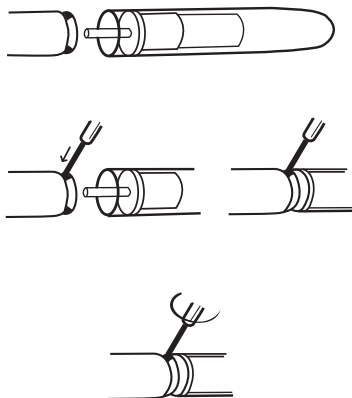

Figura 3. Aplicação da Ponta à Prótese Dura-II
6. **Monte a Prótese** – O cilindro do corpo é bidireccional. Podem aplicar-se pontas proximais ou distais a qualquer das extremidades. Para montar as pontas nos cilindros do corpo, utilize a chave de torção hexagonal fornecida com cada par de cilindros do corpo para **apertar firmemente os parafusos** (consulte a Figura 3). Introduza o pino da ponta completamente no receptáculo presente na extremidade do cilindro do corpo. Segure a ponta enquanto aperta o parafuso com a chave de torção hexagonal. Quando o parafuso estiver firmemente assente, continue a rodar a chave de torção até que a haste da chave se dobre ligeiramente.